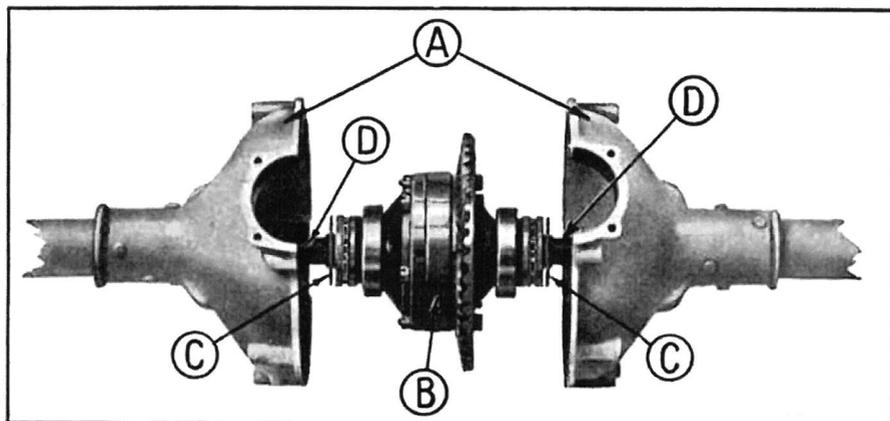

Fig. 196. — Pont AR. ouvert montrant le mécanisme intérieur.
les écrous à créneaux de ces boulons. (Ne pas employer d'autres boulons que ceux prévus pour ce montage) (fig. 196).
- 17—Retirer le pignon d'attaque, et assembler sommairement les demi-carter avec leurs boulons (fig. 196).